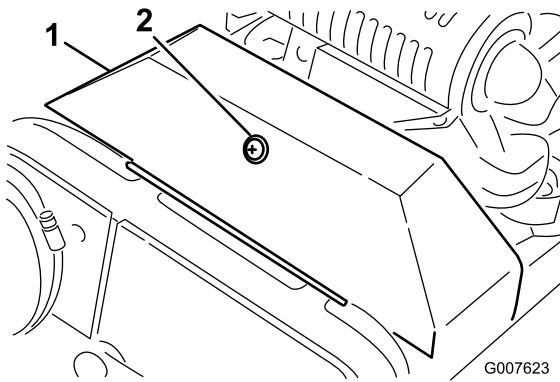

Figura 33
- Allentate l'ancoraggio di fissaggio del paracinghia della cinghia trapezoidale, e girate il paracinghia per aprirlo (Figura 33).
2. Allentate l'ancoraggio di fissaggio del paracinghia della cinghia trapezoidale, e girate il paracinghia per aprirlo (Figura 33).